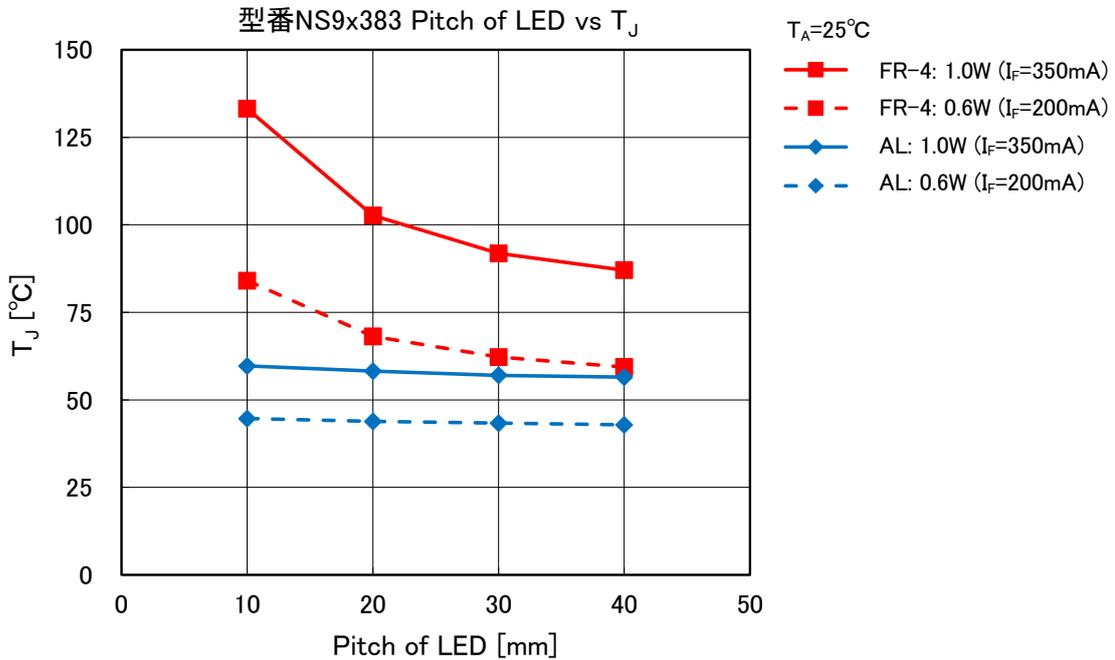

図 2. 型番 NS9x383 評価結果
0.6W($I_F=200\text{mA}$)と 1.0W($I_F=350\text{mA}$)における LED 実装ピッチと中心 LED の T_J の関係を図 2 に示します。FR-4 におけるこれらの条件下では、20mm 以上のピッチを設けることで相互影響は小さくなります。また、アルミ基板では 10mm ピッチでも相互影響は小さく、狭ピッチでの配置が可能です。